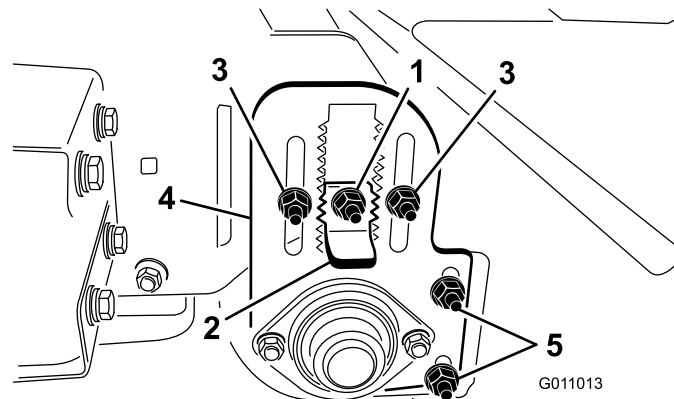

Figura 21
- Afloje la contratuerca de la llave de ajuste de altura (Figura 21) para poderla sacar 13 mm aproximadamente.
- Afloje las contratuercas de ajuste de altura del rodillo (Figura 21).
- Tire hacia fuera de la llave de ajuste de altura y desplace el rodillo trasero hacia arriba o hacia abajo deslizando la placa de ajuste de altura del rodillo a la altura deseada (Figura 21).
Compruebe y asegúrese de que el rascador del rodillo (Figura 21) está ajustado con un espacio de 2 mm entre el rascador y el rodillo. Afloje las tuercas de ajuste del rascador del rodillo, posicione el rodillo según desee y apriete las tuercas.